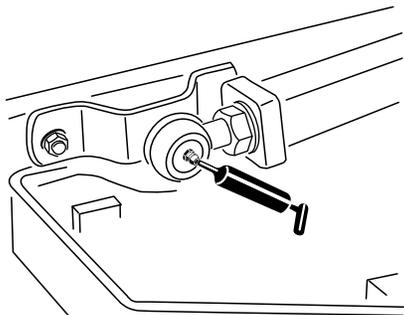

Рисунок 68
- Шаровые опоры подъемных рычагов (2 шт.) (Рисунок 68)